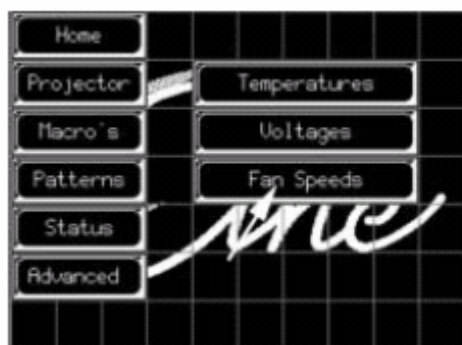

图 10-49 选中风扇速度
1. 按“Fan Speeds”（风扇速度）。（图10-49）